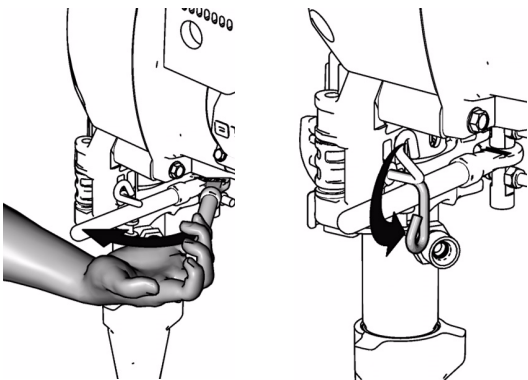

Рис. 27
6. Рис. 27. Затяните щеколду и закройте замок щеколды.